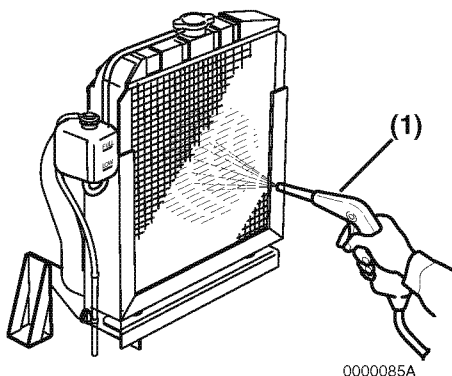

Figure 11
Il convient de noter qu'un radiateur caractéristique est représenté dans la **Figure 11** uniquement à titre d'illustration.
- Évacuez par soufflage les impuretés et les poussières des ailettes et du radiateur avec de l'air comprimé à une pression maximum de 28 psi (0,19 MPa, 2 kgf/cm²) (**Figure 11, (1)**). Faites attention de ne pas endommager les ailettes avec l'air comprimé.